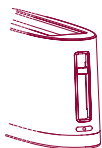

Abb. 6
- 4 Nach Beendigung der Röstzeit verstellt sich der Brotheber automatisch nach oben und die Leuchtanzeige von Taste CANCEL erlischt (Abb. 6).